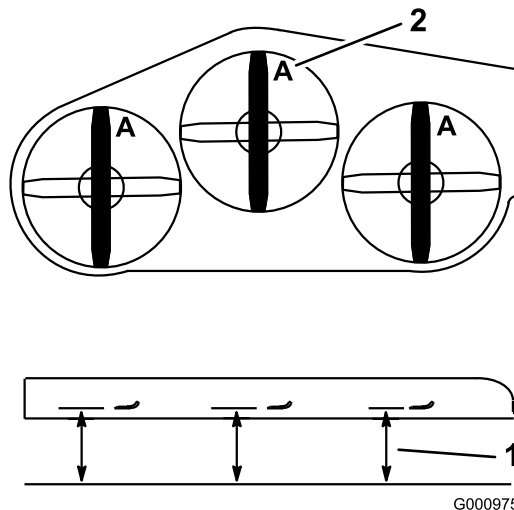

Figura 75
4. Meça desde uma superfície nivelada até à extremidade de corte, posição **A**, das lâminas (Figura 75).